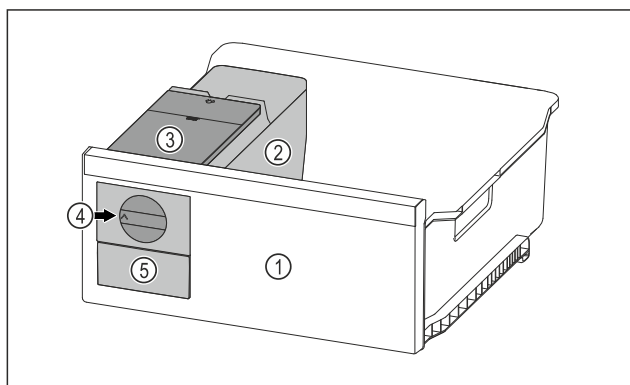

Fig. 70 Przykładowa prezentacja
- ▶ Pokrętko Fig. 70 (4) obrócić zgodnie z ruchem wskazówek zegara.
- ▶ Kostki lodu wypadają do pojemnika na kostki lodu w szufladzie na kostki lodu Fig. 70 (5).